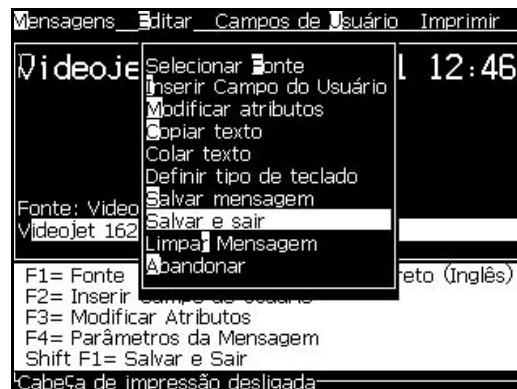

Figura 5-14: Opção Salvar e sair
- Selecione *Salvar e sair* no menu *Editor* (Figura 5-14).